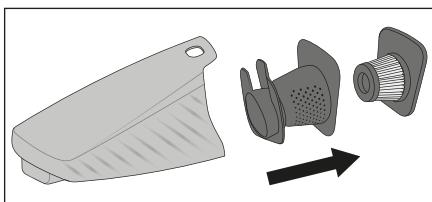

Fig. 4
① INDICACIÓN
- Para conseguir los mejores resultados, vacíe el depósito de suciedad ⑦ y limpie el filtro EPA ⑤ con regularidad.
- Para solicitar un nuevo filtro EPA ⑤, póngase en contacto con el servicio de asistencia técnica (consulte el capítulo **Pedido de recambios**).
- 1) Para abrir el depósito de suciedad ⑦, extraiga la pieza manual ③ del alojamiento para la pieza manual ⑬.
- 2) Pulse el botón de desencastre ▲ ④ y, al mismo tiempo, tire del depósito de suciedad ⑦ hacia delante.
- 3) Retire primero el filtro EPA ⑤ y después el filtro grueso ⑥ del depósito de suciedad ⑦ (fig. 4). Sacuda ambas piezas sobre un cubo de basura o un contenedor similar. En caso necesario, puede enjuagar el filtro EPA ⑤ con agua limpia. Tras esto, deje que se seque completamente al aire.